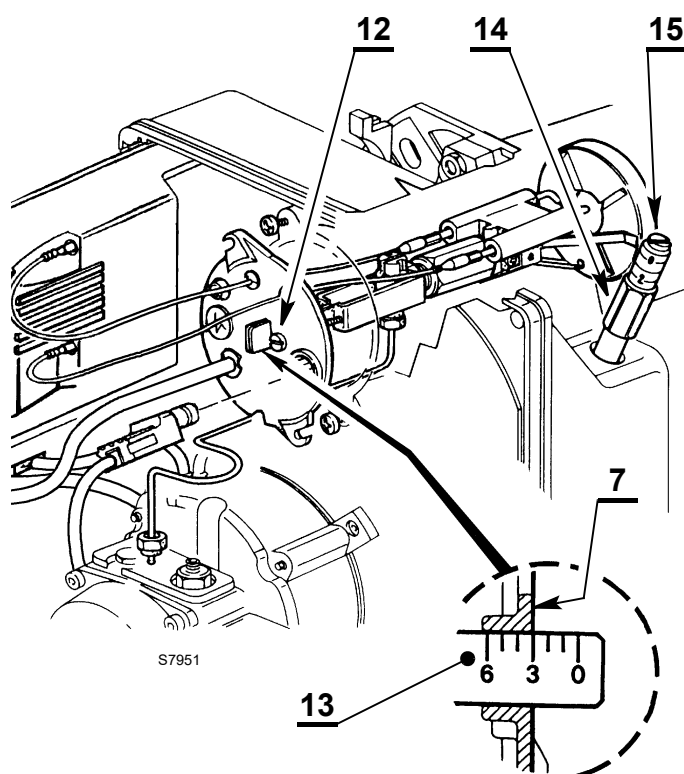

Abb. 9
- Die Stellschraube 12)(Abb. 9) so weit im oder gegen den Uhrzeigersinn drehen, bis die am Stellbügel markierte Kerbe 13)(Abb. 9) mit der Außenfläche des Düsenstocks 7)(Abb. 9) übereinstimmt.
- die Mutter 14)(Abb. 9) lockern und die Klappe über die Schraube 15)(Abb. 9) regeln.